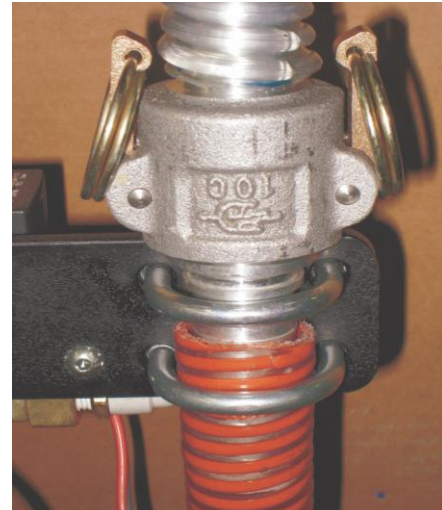

FIGURA 1
1. Monte a mangueira vermelha e conexão que são mostradas na figura 1, prenda estes itens na barra de controle.
Prenda a mangueira vermelha sob a presilha em U fornecida como mostrado na figura 1. É importante que a parte superior da presilha seja presa à conexão metálica como mostrado, para aterramento. O solenóide deve ser fixado à barra do controlador.